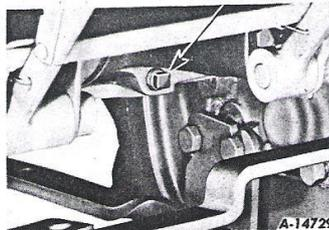

Figure 38 - Bouchon de vidange d'huile de la transmission.
Vérifiez périodiquement le niveau d'huile. Employez le lubrifiant recommandé, *page 17*, et maintenez-le au niveau du bouchon (16) placé sur le côté gauche du carter de la transmission. Changez l'huile du carter de la transmission au moins une fois par an, ou toutes les 1.000 heures de travail au maximum. Retirez le bouchon de vidange (17) et laissez s'écouler toute l'huile, *figure 38*. Remettez en place le bouchon de vidange et retirez le bouchon de remplissage (15) et le bouchon de niveau (16). Refaites le plein avec le lubrifiant recommandé jusqu'à l'ouverture du bouchon de niveau et remettez en place les bouchons, *figures 38 et 37*. Si l'on a été amené à diluer l'huile du carter de la transmission à l'aide de pétrole en cas de température inférieure à -18°C (0°F), changez l'huile avant d'employer le tracteur par temps chaud. Capacité 1 L. 65 (3 1/2 U.S. pints).